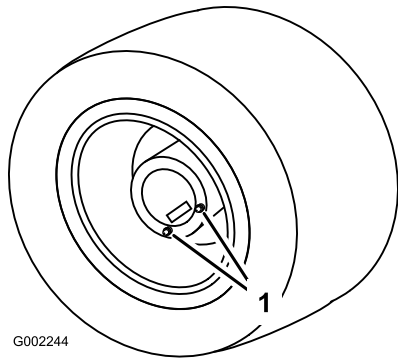

图49
1. 将打药车停放在水平地面上、如图49 将后轮置于所示排油位置。
3. 在排油塞下面放置一个盘子、然后从车轮上拆下排油塞（图49）。